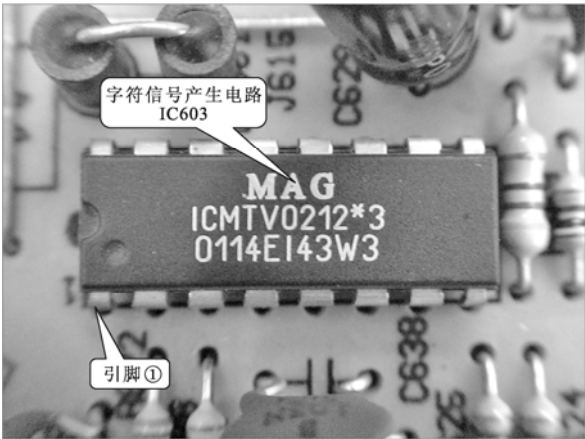
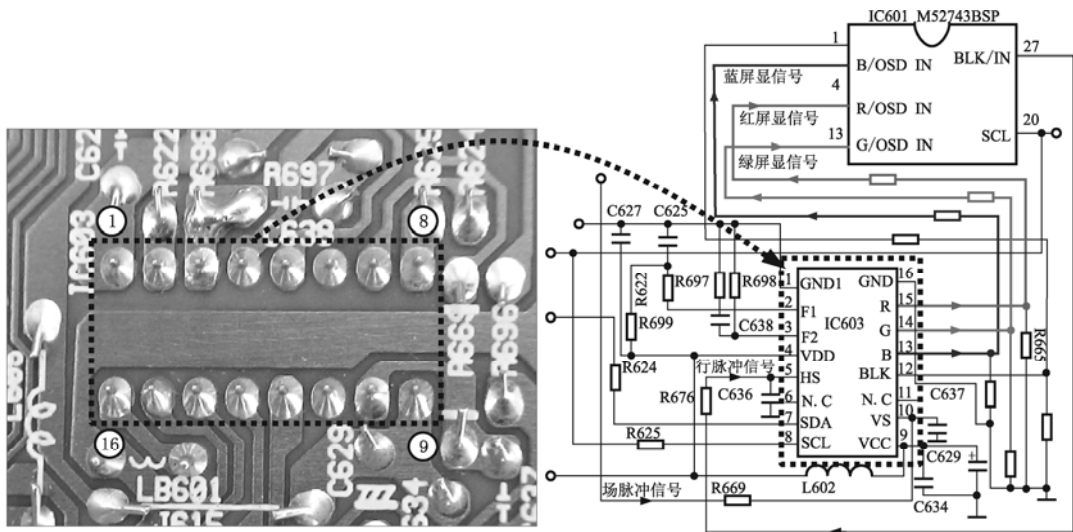

图 2-67 字符信号产生电路 IC603 的实物外形图
图 2-68 字符信号产生电路 IC603 的引脚焊点与电路对照图
字符信号产生电路 IC603 还为视频预放电路 IC601 提供 R、G、B 屏显信号，分别由 ⑮、⑭脚和⑬脚输出。图 2-67 为字符信号产生电路 IC603 的实物外形图。图 2-68 为字符信号产生电路 IC603 的引脚焊点与电路对照图。